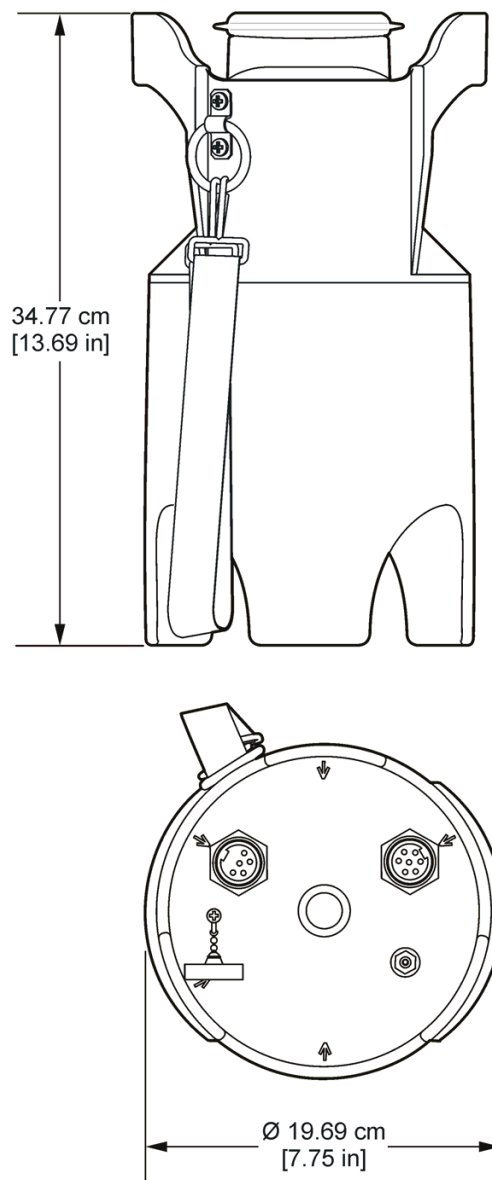

Figure 1 Dimensions du Flo-Logger
- Desserrez les serre-joints afin de permettre une installation correcte à l'intérieur du trou d'homme. Reportez-vous à Figure 1 pour connaître les dimensions d'installation.